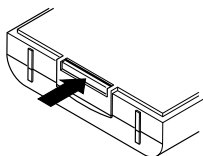

Figura 2
2. **Abra la caja de la campana.** Presione el seguro, en la parte inferior de la campana, y levante la caja (vea la Figura 2).